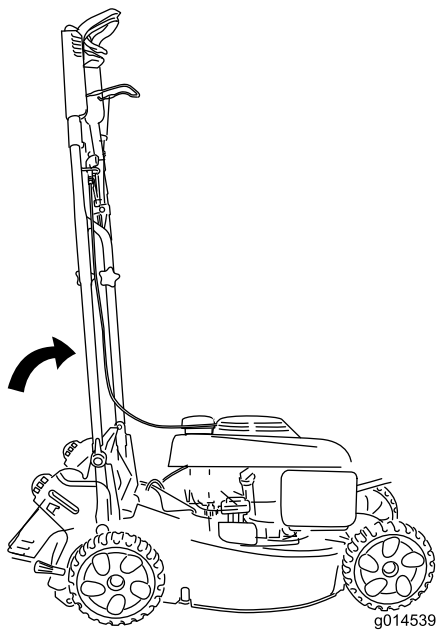

Figura 30
- Per il rimessaggio della macchina che occupi il minor spazio in piano possibile, sistemate la stegola in posizione verticale (Figura 30) e serrate i fermi.